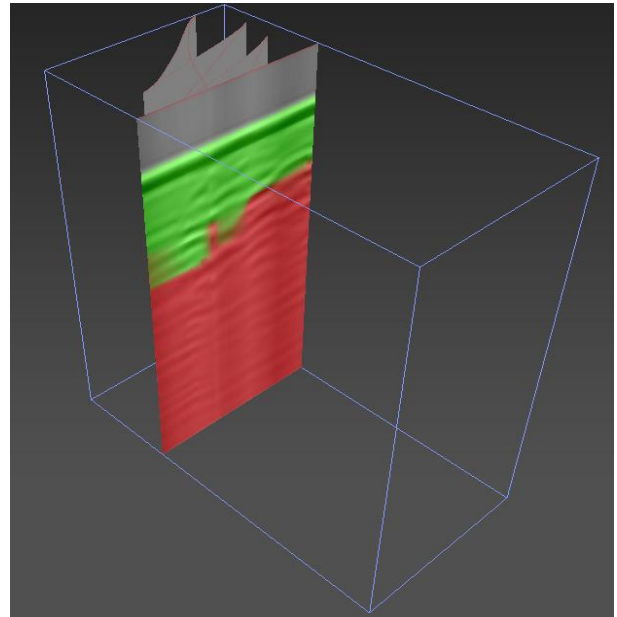

Рис. 4.23 - Вертикальный срез (З-В)
- вертикальный срез, направленный с запада на восток, строит секущую плоскость, перпендикулярную направлению север-юг (Рис. 4.23).